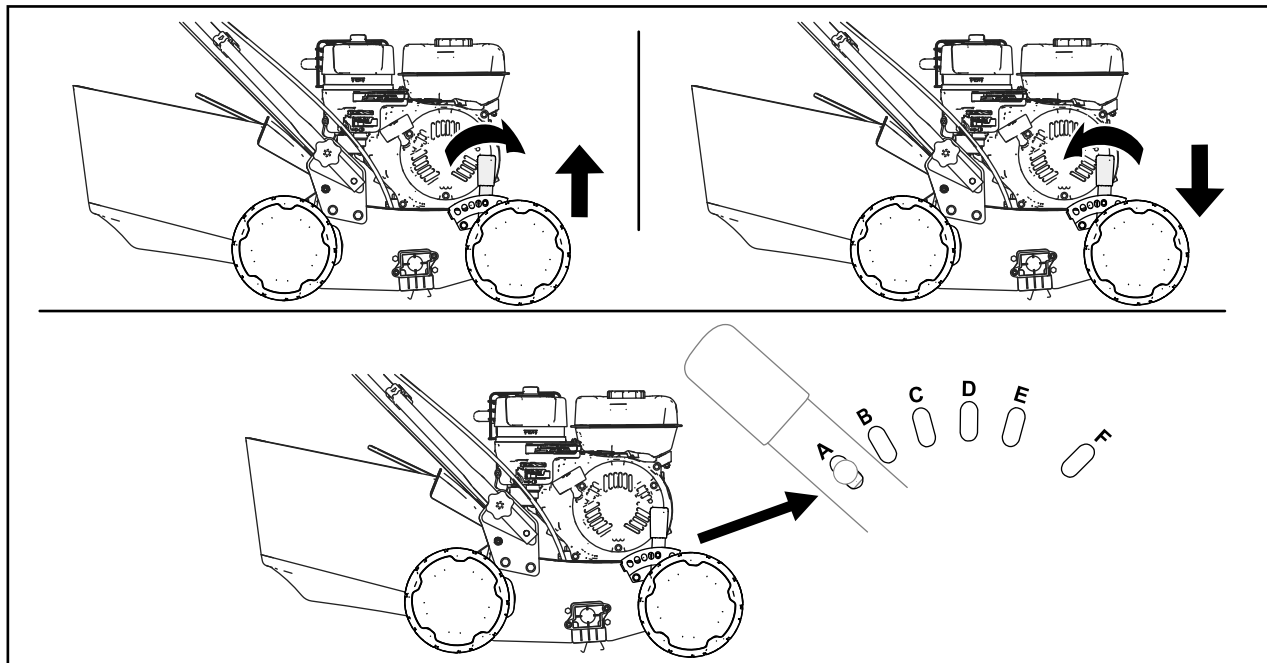

Bild 11
4. Um die maximale Schnitttiefe einzustellen, stellen Sie die Stellung des Hebels für die Schnitttiefe ein, indem Sie ihn in Richtung der Maschine drücken und in einen anderen Schlitz bewegen (Bild 11).
- Die Schnitttiefe hängt davon ab, welche Wellenbaugruppe Sie eingebaut haben; siehe Bild 11 und die folgende Tabelle.